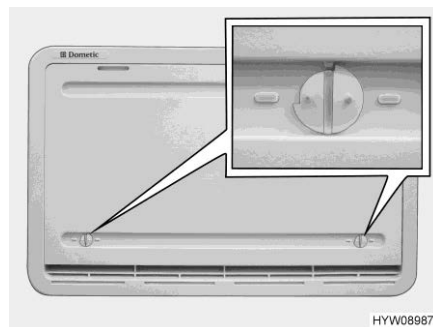

Fig. 254 Copertura invernale
Se il funzionamento del frigorifero avviene a basse temperature esterne, il produttore consiglia l'utilizzo di una copertura invernale (Fig. 254) per la griglia di aerazione del frigorifero.
- Aprire entrambi i bloccaggi (Fig. 254), la scanalatura risulterà orizzontale.